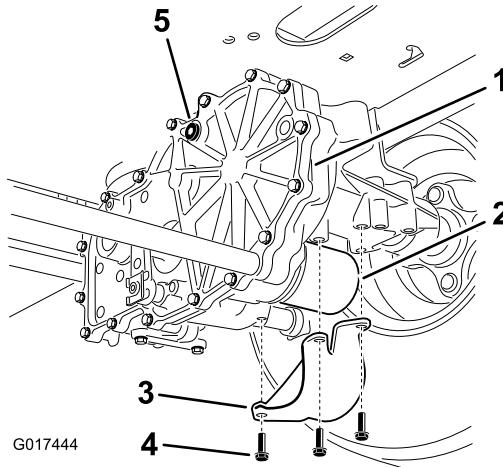

Bild 66
2. Ermitteln Sie den Filter und die Schutzvorrichtungen an jedem Getriebe (Bild 66). Entfernen Sie die drei Schrauben, mit denen die Filterschutzvorrichtung und die Schutzvorrichtung befestigt sind.